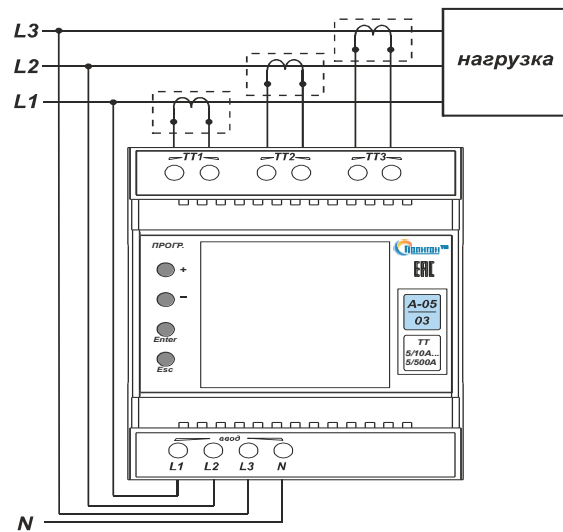
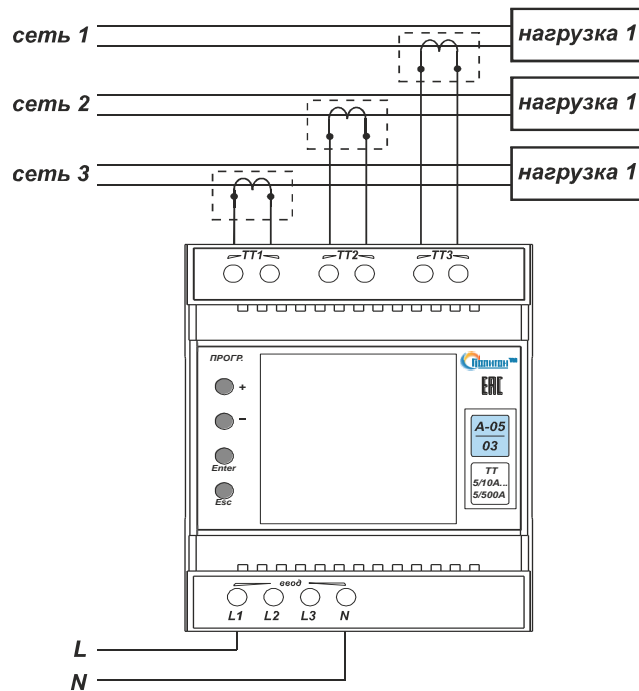

Рис.1. Типовая схема подключения амперметра «А-05-03» при трехфазном питании.
Рис.2. Типовая схема подключения амперметра «А-05-03» при однофазном питании
Амперметр цифровой «А-05-03» предназначен для измерения среднеквадратичного значения величины переменного тока частотой 50 Гц по трем независимым каналам (варианты подключения Рис.1 и Рис.2). Амперметр рассчитан на работу с различными трансформаторами тока с током вторичной обмотки 5 А.
4.3. Произвести подключение входной контролируемой сети, цепей питания согласно маркировке (Рис.1): N, L1, L2, L3 – питание (возможно питание от одной фазы, Рис.2); ТТ1, ТТ2, ТТ3 – вторичные обмотки трансформаторов тока. Сечение подключаемых проводов должно быть 1,0...1,5 мм²